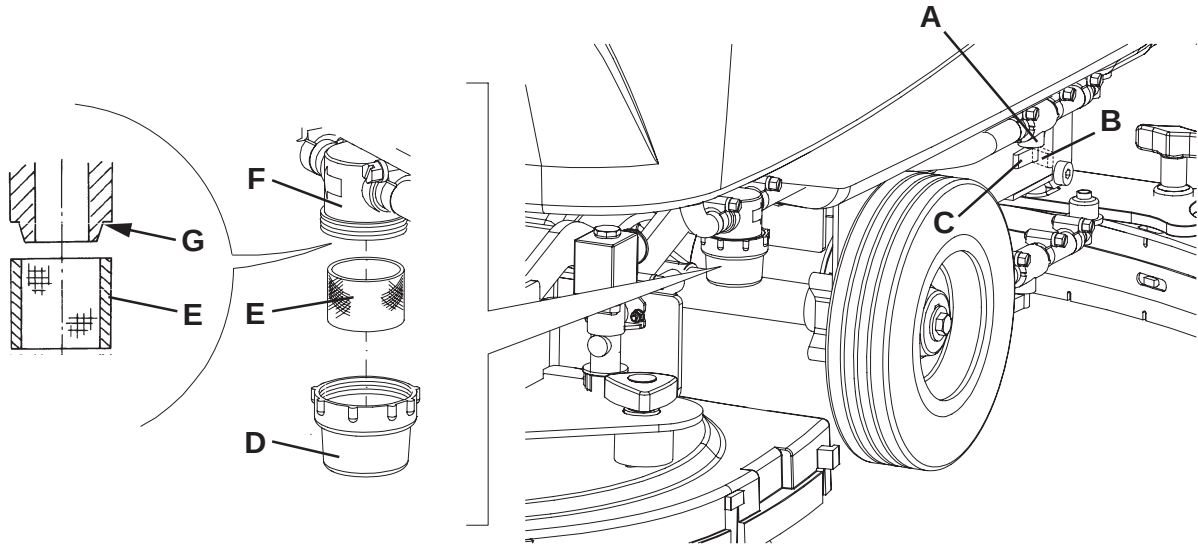

Figure 5
2. Appuyer sur les boutons-poussoirs (71) et / ou (73) pour arrêter la machine.
3. Fermer le robinet (A, Fig. 5) de la solution situé dessous la machine, derrière la roue arrière droite. Le robinet (A) est fermé quand il se trouve dans la position (B) par rapport aux tuyaux ; il est ouvert quand il se trouve dans la position (C).
4. Déposer le couvercle transparent (D), puis déposer le filet filtrant (E). Les nettoyer et les reposer sur le support (F).